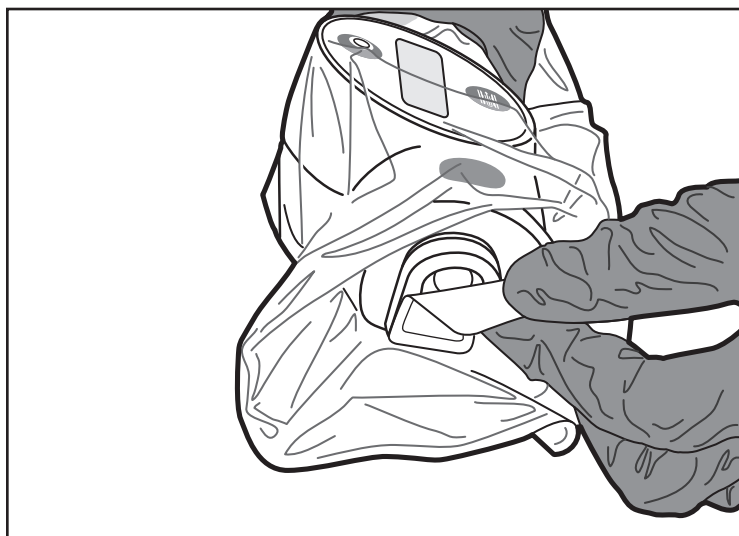

Figura 9. Rimozione dell'adesivo
9. Quando si è pronti all'introduzione del catetere compatibile con l'unità di azionamento MDU5 PLUS, rimuovere l'etichetta dalla piastra anteriore e smaltirla in modo corretto (Figura 9).